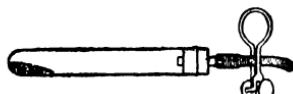

Рис. 44. Прибор для прокаливания металла в закрытом сосуде.
■ **Опыт 2.** Насыпьте в пробирку немного того же металла, который вы брали в первом опыте. Вставьте пробку с трубочкой, на которую наденет каучук с зажимом (рис. 44), уравновесьте на весах и, встряхивая металл в пробирке, нагрейте до изменения его цвета. Дайте остывать и снова поместите на весы. Вес остаётся прежним.